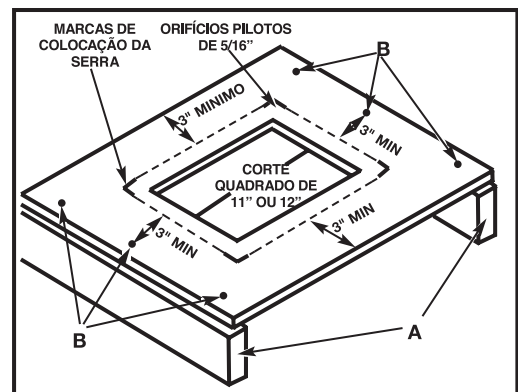

Fig. 4B
Você também pode construir um suporte elevado simples como demonstrado na Fig. 4B.
Enquadre a serra na superfície de suporte e marque o local para fazer os quatro orifícios de 5/16 de polegada (Fig. 4B), usando uma furadeira.
Coloque a serra de lado e faça os orifícios nestas marcas. Localize e marque um quadrado de 11" ou 12" centralizado entre os quatro orifícios de montagem. Corte e retire o quadrado. (Fig. 4B). Para elevar a superfície de suporte, meça dois 2x4s. (A) Fig. 4B para a largura dos dois lados opostos da superfície de suporte. Fixe a superfície de suporte às extremidades estreitas dos 2x4s (conforme Fig. 4B) usando parafusos para madeira (não fornecidos) em pelo menos três locais (B) Fig. 4B em cada lado.